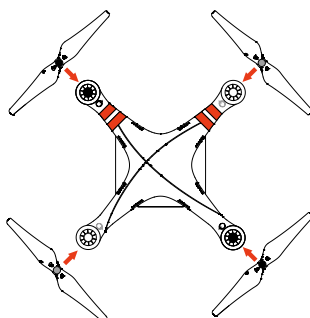

図2-2
- （図 2-2）灰色と黒色のプロペラをそれぞれ二つ用意し、灰色のプロペラを黒いポイントマークが付いていないモーター軸に取付けてください。黒いプロペラを黒いポイントマークが付いているモーター軸に取付けてください。施錠方向に沿ってプロペラをきちんと締めてください。